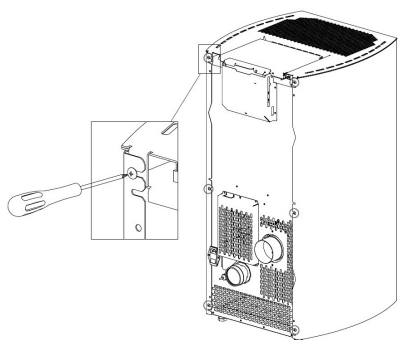

Fig. 55 - Poluzować śruby
- Poluzować 6 śrub tylnych (patrz **Fig. 55**).